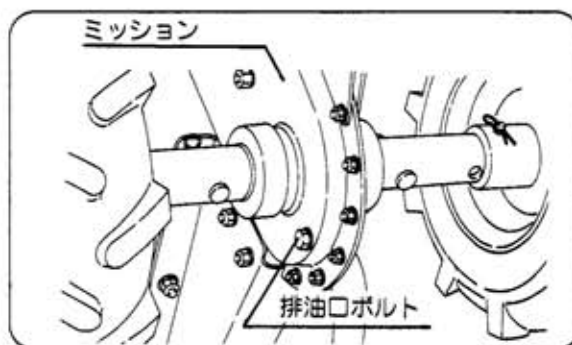

図43
- ① 注油栓を外してください。
- ② ミッションケース下部の排油口ボルトを外してオイルを抜いてください。
- ③ 排油口ボルトを確実に締付けてください。（図43）
- ④ 注油口より新しいギヤオイルSAE #90を入れてください。（図43）